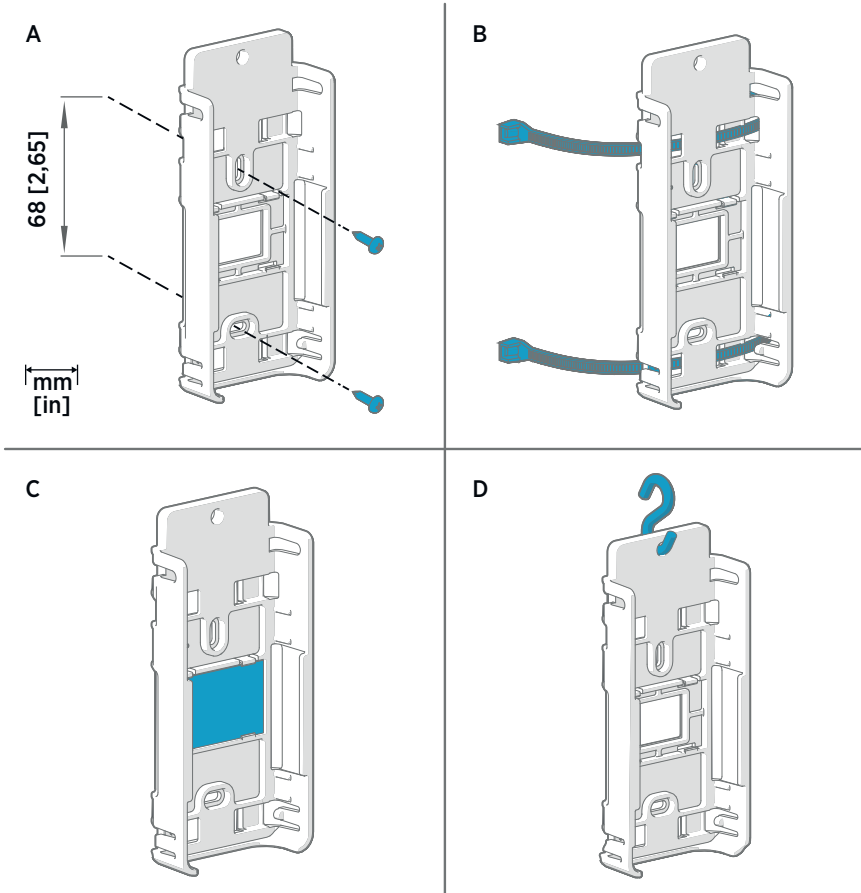

Figura 19 Métodos de montaje del RFL100
2. Instale el soporte de montaje con uno de los métodos de montaje que se muestran en Figura 19 \(página 36\). Oriente el soporte verticalmente de modo que la sonda o el cable de la sonda apunten hacia abajo después de la instalación. No instale el RFL100 sin el soporte de montaje.